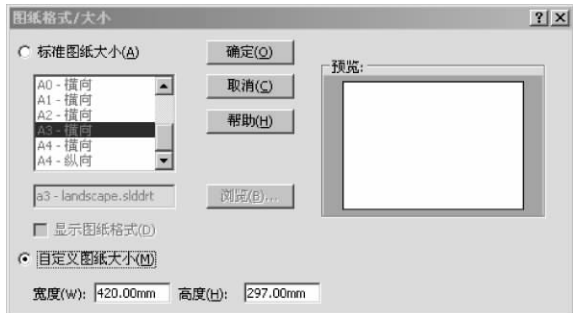
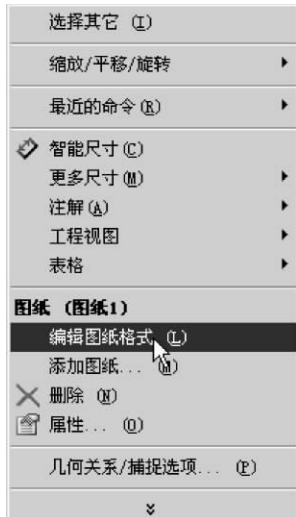

图 1-2 选择“自定义图纸大小”单选按钮
图 1-3 选择编辑格式
(1) 建立符合 GB 标准的图框和图纸格式，包括图框大小、投影类型、标题栏内容等。首先选择默认的“工程图”模板，新建一个工程图，在弹出的“图纸格式/大小”对话框中，选择“自定义图纸大小”单选按钮，如图 1-2 所示。SolidWorks 自动转入工程图设计模块，在工程图绘图区域的空白处，单击右键，选择“编辑图纸格式”命令，如图 1-3 所示，进入图纸格式编辑状态。